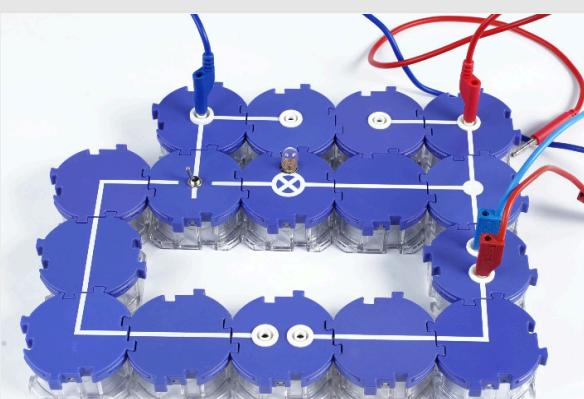
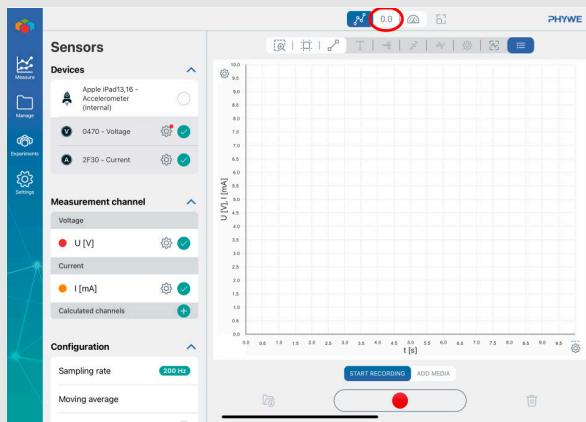
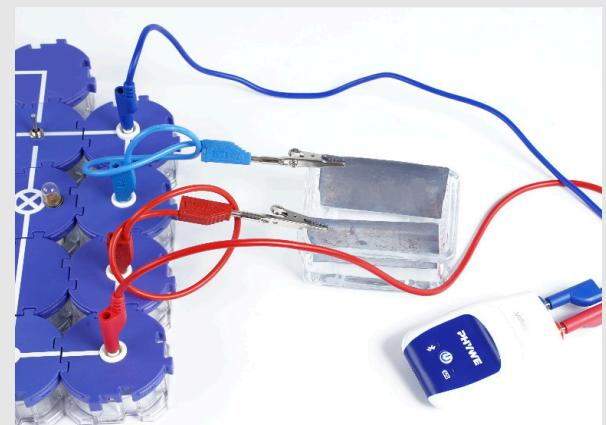

Fig. 1
Fig. 2
Fig. 3
- Configure el experimento como se muestra en la Fig. 1, Fig. 2 y Fig. 3, que aparecen en las páginas siguientes. El conmutador se coloca en 1 (carga).